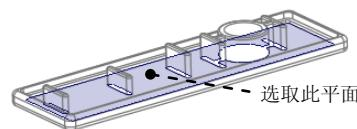

图 1.6 设置修剪平面
- (1) 在“阴影曲面”对话框中双击Clip Plane(修剪平面)元素。
- (2) 系统弹出▼ADD RMV REF(加入删除参考)菜单，选择该菜单中的Add(添加)命令。
- (3) 设置修剪平面。在系统选择一修剪平面的提示下，采用“列表选取法”选取图1.6所示的模型内表面为修剪平面。
(4) 在 **ADD RMV REF (加入删除参照)** 菜单中选择 **Done/Return (完成/返回)** 命令。